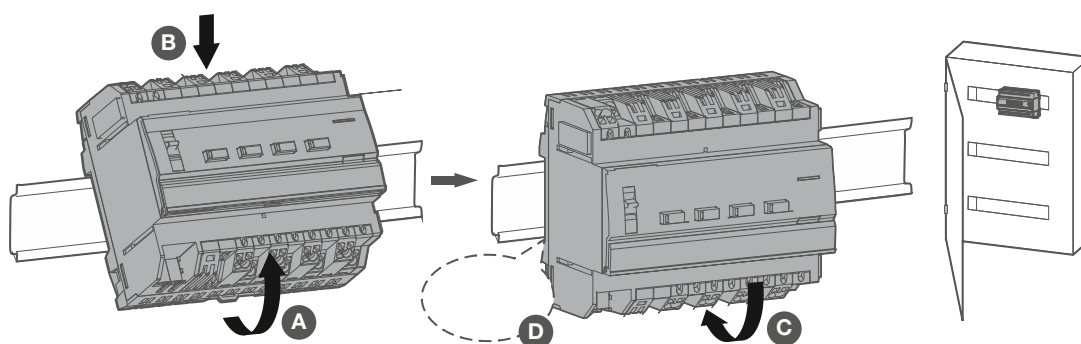

Fig. 5: Installare il dispositivo sulla guida DIN
- Installare il dispositivo su una guida DIN TH 35 7,5–15 conforme a IEC 60715:2017 / EN 60715:2017 (Fig. 5).